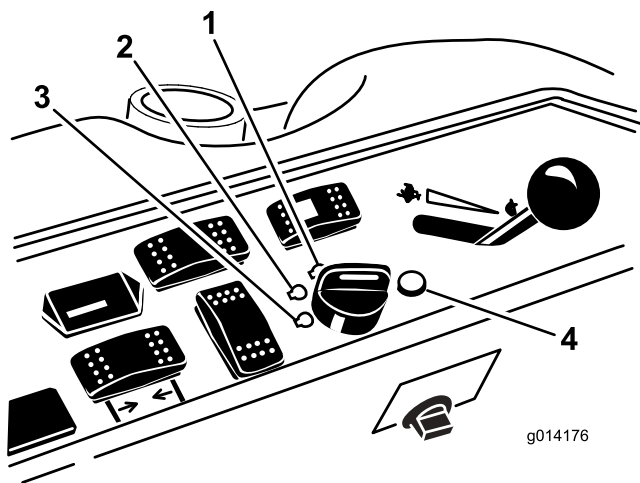

Рисунок 22
6. Поверните ключ зажигания по часовой стрелке в положение РАБОТА (Рисунок 22).